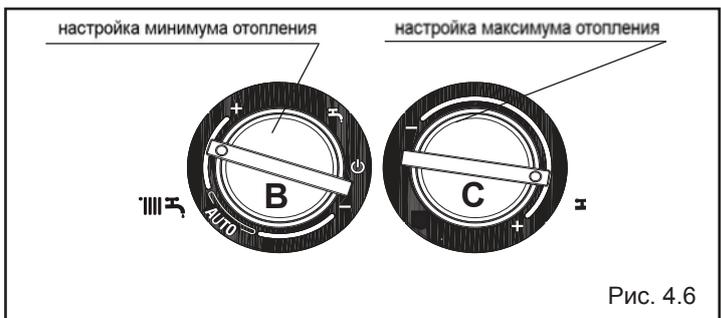

Рис. 4.6
- Поворачивайте ручку регулирования температуры в контуре отопления В (рис. 4.6) до тех пор, пока не будет достигнуто требуемое значение минимального давления газа.
- Поворачивайте ручку регулирования температуры воды в контуре ГВС С (рис. 4.6) до тех пор, пока не будет достигнуто требуемое значение максимального давления газа.
- Отвинтите крепежные винты горелки и снимите горелку вместе с присоединенным к ней электродом и соответствующими проводами (рис. 4.6)
- С помощью торцевого или обычного гаечного ключа снимите форсунки и шайбы и замените их на те, что входят в комплект для работы на другом газе (рис. 4.6).